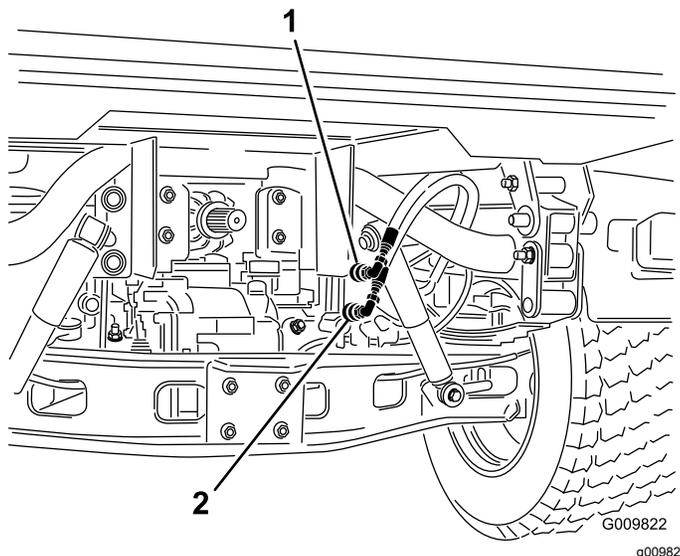

图83
2. 在两台机器上都都要从固定至联轴器支架的软管断开 2 个快速联轴器软管 图83。